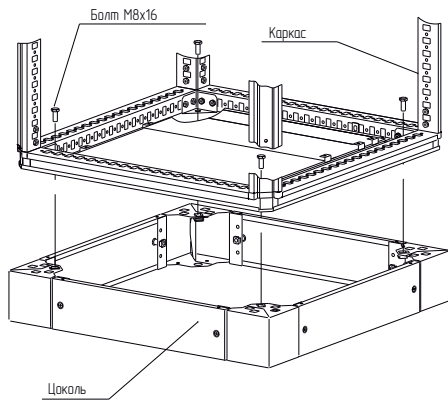

Рисунок 4
4.1.5 Установить каркас на цоколь и закрепить четырьмя болтами М8×16 (рисунок 4). Момент затяжки – 10 Н·м.